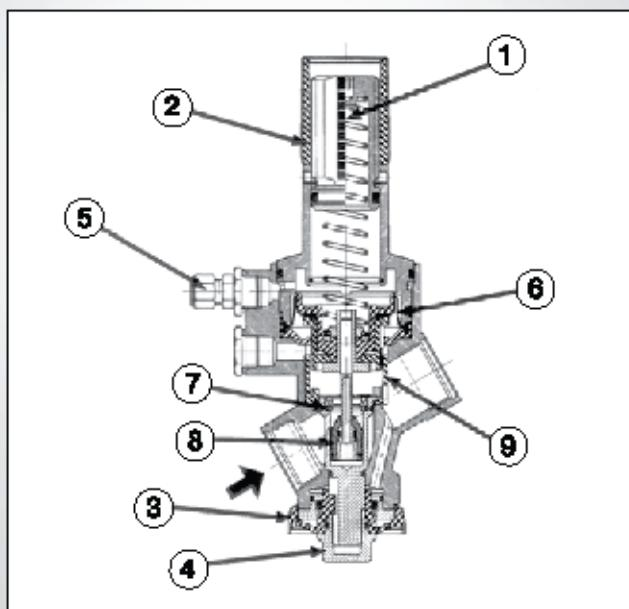

Рис. 1. Клапан BALLOREX® QP в разрезе
Перепад давления на клапане может быть установлен после снятия защитной крышки (2) при помощи пружинного регулятора согласно шкале (1) (рис. 1, 2). С возрастанием номера на шкале перепад возрастает.